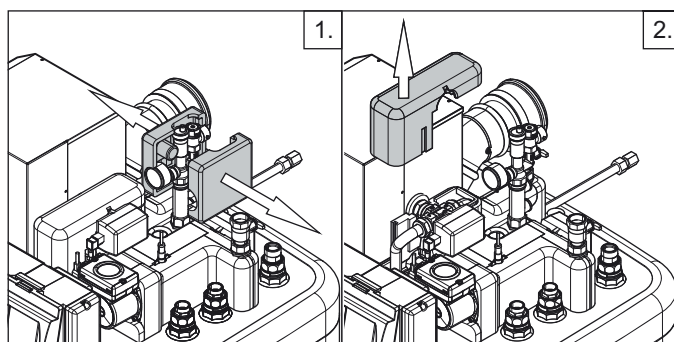

Figura 6-5 Desmontar la protección calorífuga - 1.+ 2.
2. Desmontar la protección calorífuga y el accionamiento de la válvula 3UV DHW (figura 6-5 hasta figura 6-7).